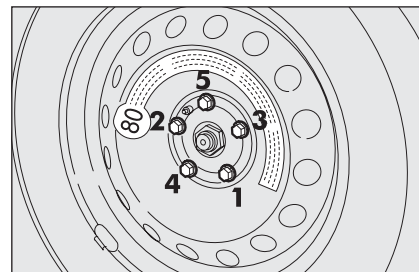

fig. 11
- mediante l'utilizzo della chiave in dotazione, serrare a fondo i bulloni, passando alternativamente da un bullone a quello diametralmente opposto, secondo l'ordine numerico illustrato in **fig. 11**.
- mediante l'utilizzo della chiave in dotazione serrare a fondo i bulloni secondo l'ordine numerico illustrato in **fig. 11**;
- abbassare la vettura ed estrarre il cric, quindi, mediante l'utilizzo della chiave in dotazione, serrare a fondo i bulloni secondo l'ordine rappresentato in precedenza per il ruotino di scorta **fig. 11**.